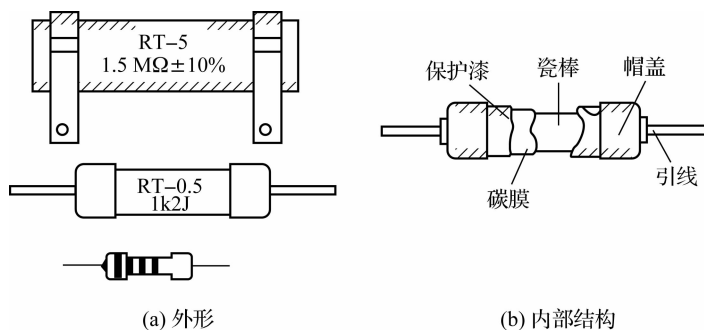

图 1-9 碳膜电阻器的外形和内部结构
(3)碳膜电阻器。碳膜电阻器是由结晶碳沉积在磁棒或瓷管骨架上制成的,稳定性好,高频特性较好,并能工作在较高的温度下(70°C)。改变碳膜的厚度和用刻槽的方法改变碳膜的长度,可以得到不同的阻值。碳膜电阻器目前在电子产品中得到广泛的应用,其涂层多为绿色。碳膜电阻器的外形和内部结构如图 1-9 所示。